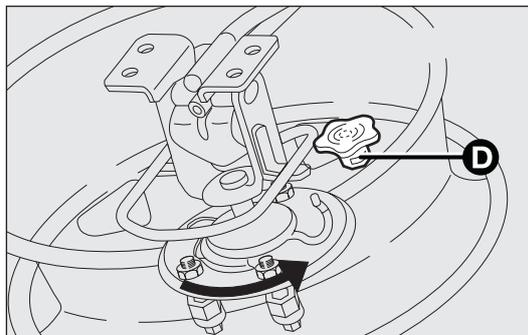

fig. 169
- riagganciare la ruota al supporto ruotandola fino a fine asola (come illustrato in fig. 169) e avvitare il pomello D;